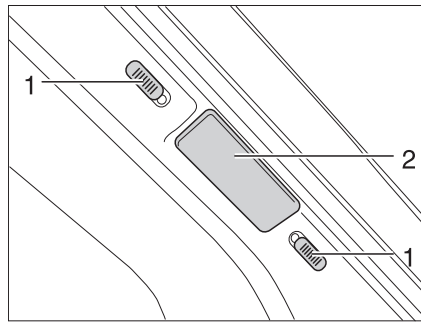
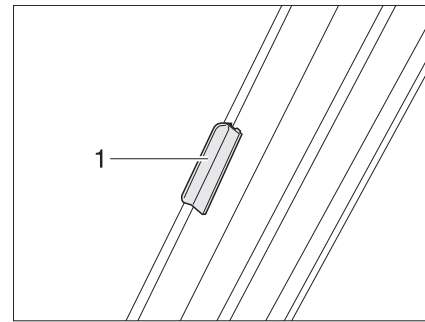

Fig. 21 Bloqueo estor plegable luna delantera
Fig. 22 Bloqueo estor plegable luna delantera (modelo I)
- Empujar ambas mitades del estor plegable para la luna delantera en el tirador (Fig. 21,2 y Fig. 22,1) hacia afuera, hasta el tope.
- Empujar los botones de bloqueo (Fig. 21,1) hacia abajo o hacia arriba. Cuando se vea el punto rojo, estará abierto el bloqueo.